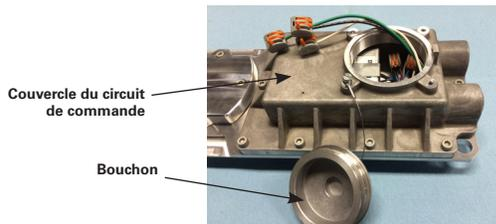

Figure 8
- Dévisser le bouchon de câbles fileté (voir la figure 8), et le laisser pendre par son cordon. Tous les composants dans le luminaire sont précâblés; ainsi, il ne reste qu'à relier la puissance d'entrée aux bornes ou fils conducteurs du luminaire selon les schémas de câblage (voir les figures 10 et 11), à l'aide de méthodes conformes aux codes applicables. Raccorder d'abord le conducteur de mise à la terre (vert) de l'équipement, puis le courant (blanc) et la tension composée (noir). Pour les applications en tension continue, raccorder le fil positif (+) au fil blanc et le fil négatif (-) au fil noir. Serrer tous les raccordements électriques. Remarque - Les ouvertures standards NPT sont de 1,9 cm (3/4 po).
- Dévisser le bouchon de câbles fileté (voir la figure 8), et le laisser pendre par son cordon.
- Dévisser les dix (10) vis d'assemblage à six pans creux et rondelles de blocage du couvercle de circuit de commande à l'aide d'une clé hexagonale ou d'une mèche de 5 mm.